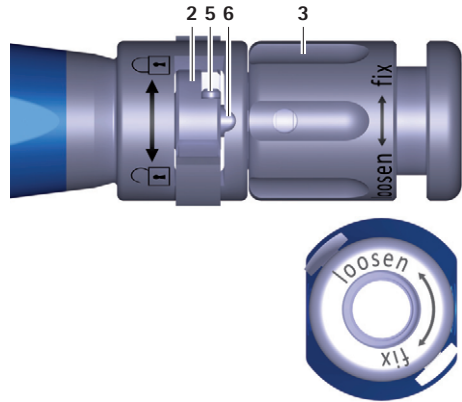

Abb. 1 Nahansicht Einsetzinstrument, Schalter offen
- Drehmutter **3** am Einsetzinstrument **A** gegen den Uhrzeigersinn (Richtung "loosen") drehen, um Stange **6** nach vorn zu schieben, siehe Abb. 1.
- Schalter **2** nach links drehen (Richtung ) , siehe Abb. 1.
- ▶ Schalter **2** nach links drehen (Richtung , siehe Abb. 1.
- ▶ Position zum Ankoppeln des Einsetzinstrument **A** prüfen, siehe Abb. 1.